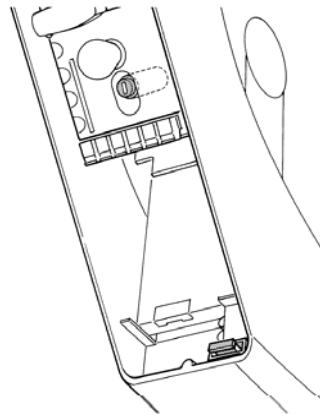

Рис. 15
- Убедитесь, что на привод Soop приходит питающее напряжение 230 в. Проверьте, чтобы предохранители F1 и F2 (Рис. 15) были исправными; если это не так, выявите причину неисправности и замените предохранители на исправные.